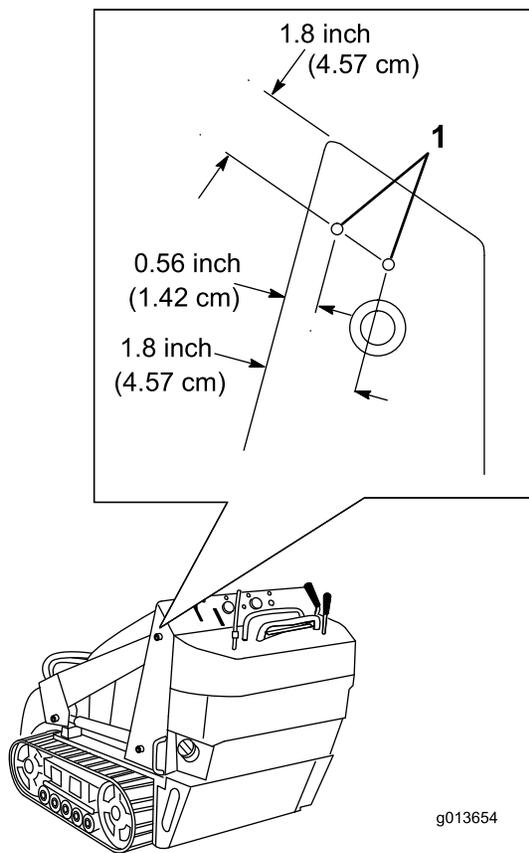

Bild 4
- Messen Sie von den Rahmenrändern nach innen (siehe Bild 4) und markieren die Positionen der Löcher für die Befestigung der Scheibenhalterung.